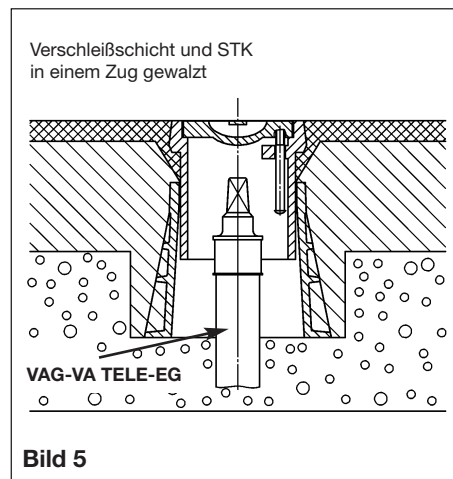

Bild 5
- Gesamte Asphaltfläche, einschließlich Straßenkappe, walzen. (**Bild 5**)